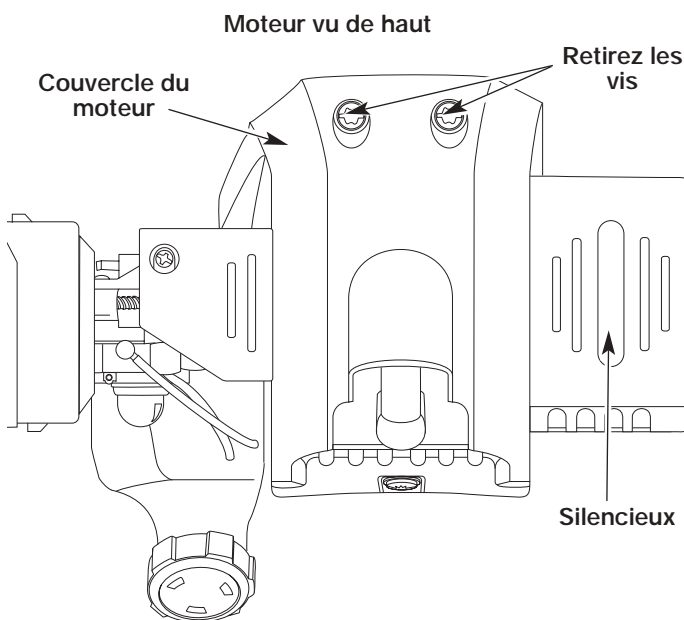

Fig. 24
1. Enlevez les deux vis (2) du haut du couvercle du moteur à l'aide d'un tournevis à lame plate ou T-25 Torx (Fig. 24).